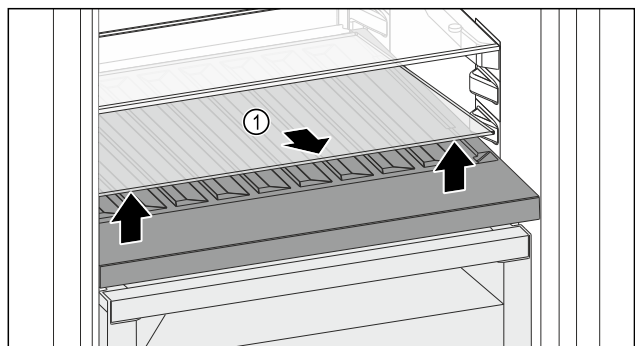

Fig. 124
- ▶ Приподнимите стеклянную пластину Fig. 124 (1) за выемку спереди и извлеките.
- ▶ Уложите стеклянную пластину Fig. 124 (1) на хранение вне устройства.